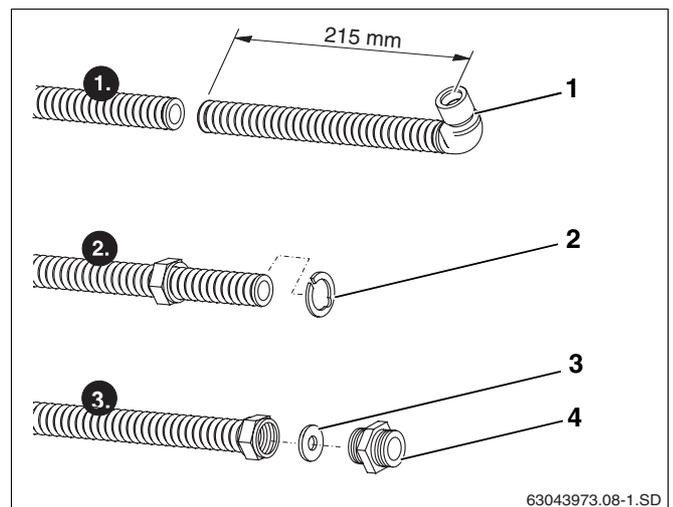

Fig. 39 Accorciamento del tubo di allacciamento (rappresentazione senza isolamento)
- Tranciare il tubo di allacciamento con un tagliatubi a 215 mm (fig. 39, **pos. 1**) dal centro della curva.
- Disporre lo spessore di bloccaggio (fig. 39, **pos. 2**) dietro la prima ondulazione e fissare premendo. Lo spessore di bloccaggio deve aderire nello stesso modo anche al bordo del dado di raccordo.
- Inserire la rondella (fig. 39, **pos. 3**) nel dado di raccordo prima della sezione trasversale del tubo di allacciamento.
- Avvitare a fondo il nipplo doppio (fig. 39, **pos. 4**) nel dado di raccordo, per realizzare sul tubo di allacciamento una superficie di tenuta liscia.